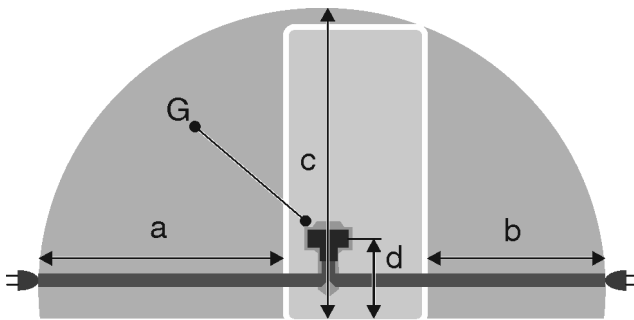

Fig. 53 *
- La prise de courant ne se trouve pas derrière l'appareil mais dans les zones a ou b Fig. 53 (a, b, c).
- Introduire la fiche de l'appareil Fig. 53 (G) au dos de l'appareil. Veiller à bien les encliqueter.